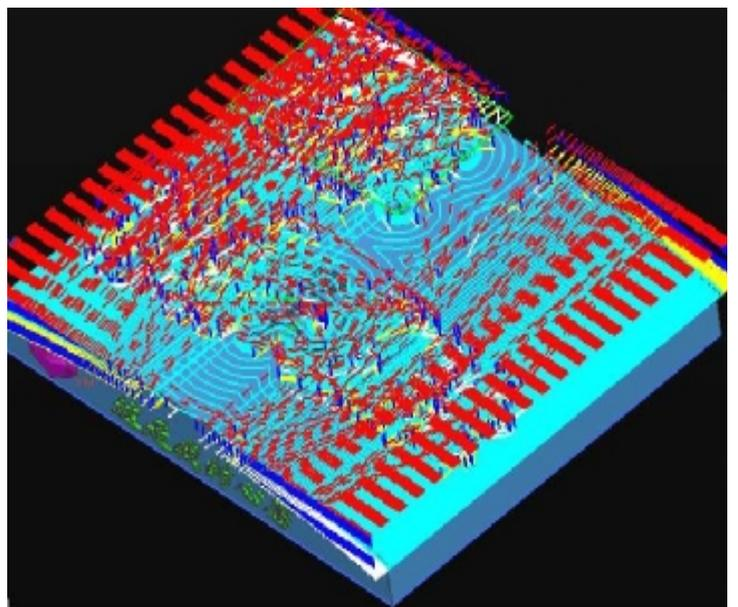

图kc2
②分析：对于字体的加工最好是要单独的处理，所以我们就先把大曲面位置加工出来，然后集中精力实施对字体的加工。首先创建开粗程序——使用 D30R5 的刀具创建型腔铣开粗操作并进入对话框：选择字体为检查几何体（使用面方式），再选择零件的上表面和字体为加工区域（下图开粗 1、图 kc2）；其它参数设置如下：**切削模式** **跟随周边**、**步距** **刀具平直百分比**、**平面直径百分比** 、**每刀的公共** **恒定**、**距离** 。→进入切削参数对话框：策略选项卡下：**切削方向** **顺铣**、**切削顺序** **层优先**、**刀路方向** **向内**、 **岛清根**、**壁清理** **自动**、**在边上延伸** （防止 4 个边缘留下材料）；**余量选项卡**下：**部件侧面余量** 、**部件底面余量** 、**检查余量** （防止大刀具碰到字体）；**空间范围**下：**处理中的工件** **使用基于层的**，按下 **确定** 回到主对话框→定义非切削移动参数：**进刀选项卡**下：**倾斜角度** 、**最小斜面长度** ；定义切削起点：**起点/钻点**、**区域起点** 指定如图 kc2 所示的点为切削起点，按下 **确定** 回到主对话框→定义切削进给率：点击 **进给率和速度** 图标进入对话框： **主轴速度 (rpm)** 、**剪切** 、**进刀** ，点击 **确定** 回到主对话框并生成刀轨（下图 kc3）所示。